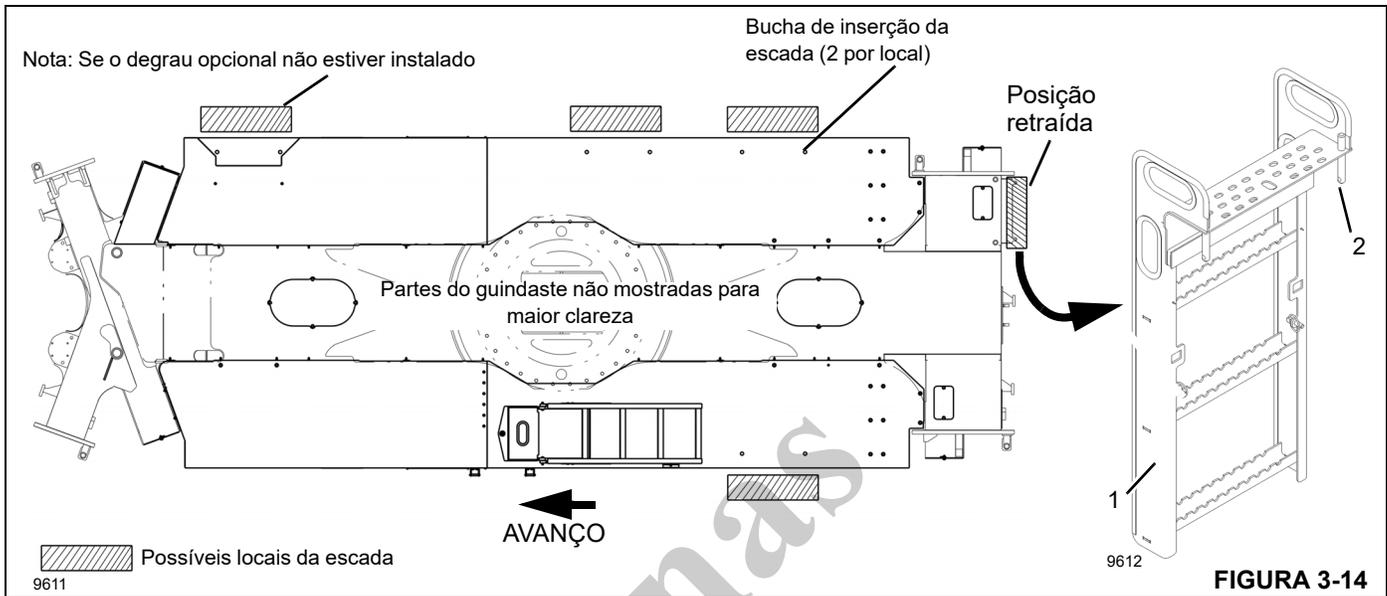
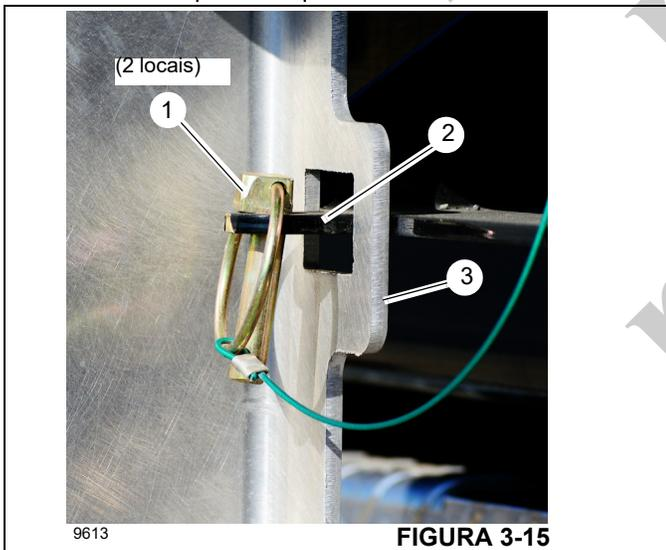

FIGURA 3-14
FIGURA 3-15
Utilize a escada móvel (1, Figura 3-14) retraída no para-choque traseiro direito para acessar diferentes áreas do tabuleiro. Na posição retraída, utilize a escada para acessar a parte traseira do guindaste e o tanque hidráulico e a área do guincho da superestrutura.
A escada móvel (1) também pode ser utilizada para acessar diferentes locais no tabuleiro a partir dos lados direito e esquerdo do guindaste. A Figura 3-14 mostra os locais pos-
1. Remova as chavetas (1, Figura 3-15) dos suportes (2).
2. Utilizando as alavancas, eleve a escada de modo que os pinos da escada (2, Figura 3-14) sejam removidos dos furos do para-choque traseiro.
1. Selecione o local para instalar a escada. Consulte a Figura 3-14 para ver os locais.
1. Eleve e remova os pinos da escada (2, Figura 3-14) das buchas no tabuleiro.
2. Eleve a escada e instale os pinos da escada (2) nas buchas na parte superior do para-choque traseiro.
3. Instale as chavetas (1, Figura 3-15) nos suportes (2) para fixar a escada (3) ao para-choque traseiro.